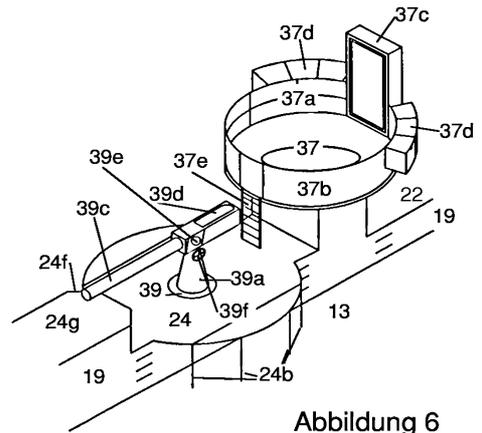

Abbildung 6
**Bauteilgruppe 37** (achterer Flakstand, 37 - 37b) auf Bogen 1b, Abbildung 6
**Bauteilgruppe 39** (10,5 -cm UTOF-Geschütz, 39 - 39f) auf Bogen 1a, Abbildung 6
Zusammenbau sinngemäß 31h - 31i. Je ein Floß auf der Oberseite der Geschütze 38 (Abbildung 6) und je eines vor dem Leitstand der Torpedosätze anbringen.